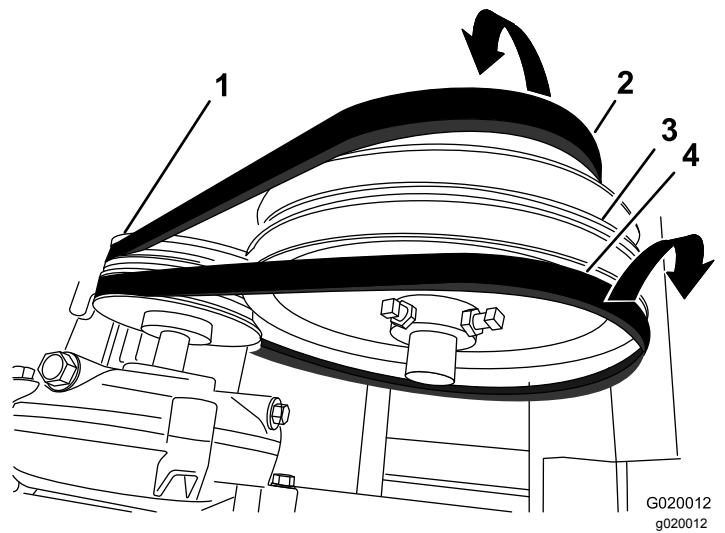

Figura 71
7. Deslice la correa delantera hacia adelante y retírela de la polea tensora (Figura 71).
8. Deslice la correa trasera hacia atrás y retírela de la polea tensora (Figura 71).